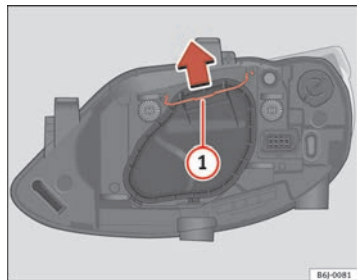

Fig. 142 Anabbagliante e abbagliante faro singolo
- Far scorrere il tirante ⇒ fig. 142 (1) nel senso della freccia e sfilare la chiusura.